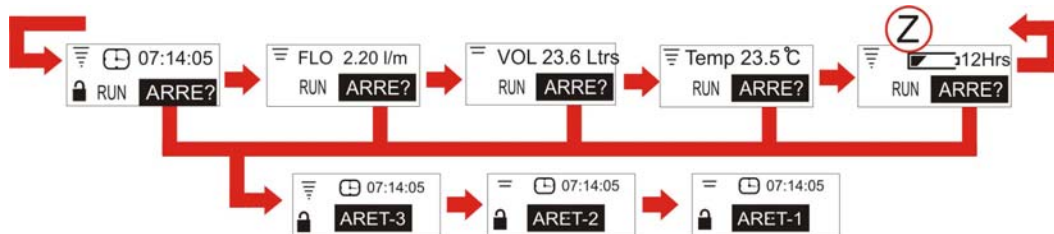

Figure 6 Menu principal en mode prise de mesure
C. MENU PRINCIPAL MODE PRISE DE MESURE (fig. 6)